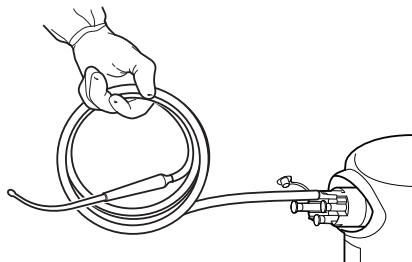
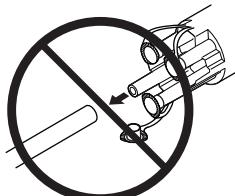

图 6 收集抽吸管
图 7 处置过程中要使抽吸管保持连接
1. 在抽吸的同时, 朝多通道接头端口收起抽吸管, 以清除抽吸管中的废液(图 6)。不得从多通道接头上卸下任何连接的抽吸管(图 7)。